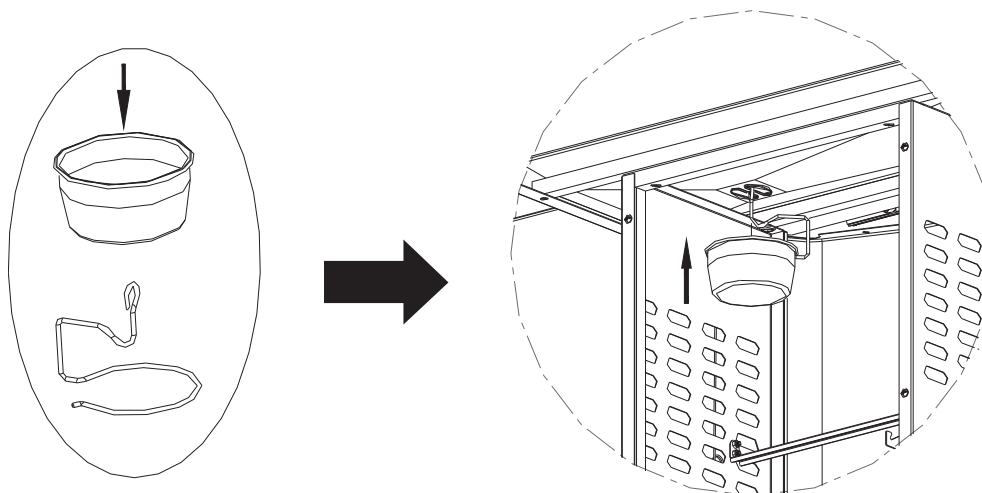

Fig. 7
1. Coloque el recipiente para grasa dentro del gancho del recipiente para grasa y cuélguelo desde la parte inferior de la cámara de combustión como se indica en la **Fig. 7**.